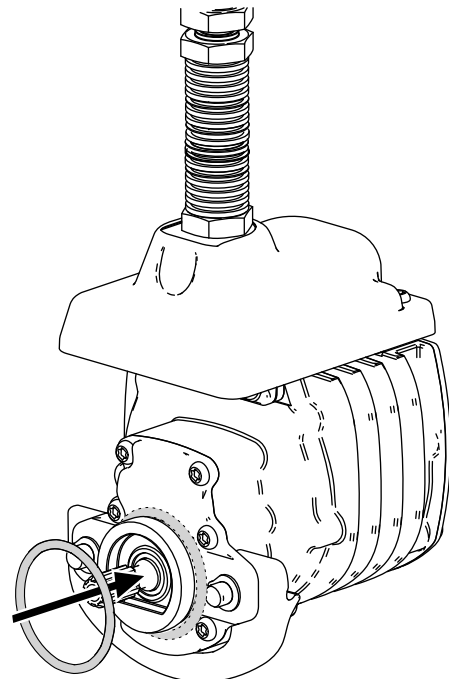

Figure 8
3. Placez un joint torique sur chaque moteur de cylindre, comme montré à la Figure 8.